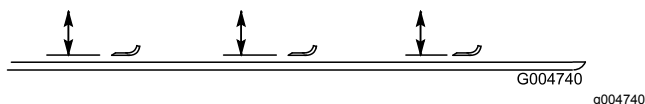

Bild 125
2. Drehen Sie die Messer, bis die Enden nach vorne und hinten zeigen und messen Sie von der Innenseite des Mähwerks bis zur Schnittkante an der Vorderseite des Messers (Bild 125).